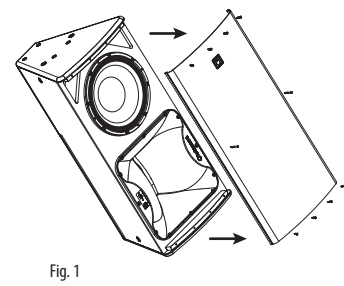

Fig. 1
2. グリルを固定している 10 本のボジドライブネジを外し、グリルを脇に置きます (図 1)。
14. グリルを交換し (図 1)、使用前にキャビネットの位相を確認します。